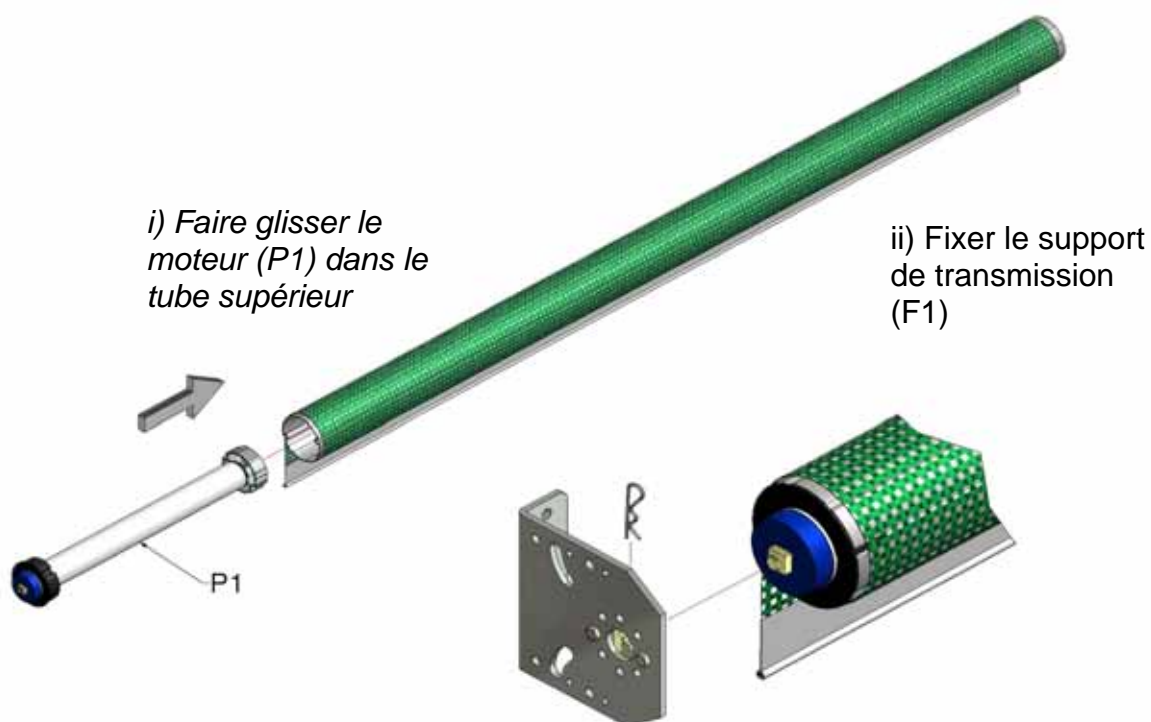

Figure 6, Moteur inséré dans le tube supérieur et support de transmission fixé
5. Insérez l'ensemble du moteur (P1) dans l'extrémité motrice du tube supérieur, puis fixer le support mural de l'extrémité motrice au moteur à l'aide de la broche en R, comme indiqué dans la figure 6.